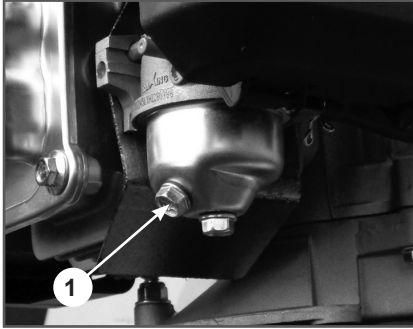

Рис. 13 Слив топлива из карбюратора
2. Открутите болт сливного отверстия (Рис. 13 п. 1) и слейте топливо из поплавковой камеры карбюратора.